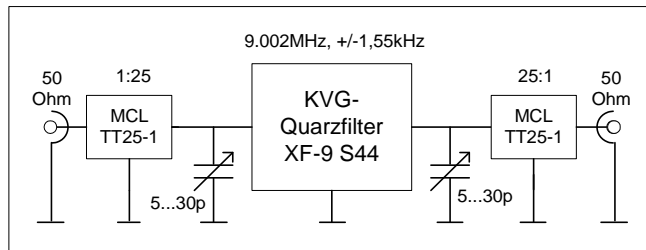

Bild 9: Verwendetes 9MHz Quarzfilter mit 50Ohm Anpassung über MCL-Übertrager
- Die max. Ausgangsleistung eines 2-Tongenerators sollte 2x-0dBm nicht überschreiten. Bei höherer Leistung kann der Übertrager im Combiner (Bild 9) in Sättigung gefahren werden und dadurch IM erzeugen.
meiner Erfahrung, liegt der Grund nicht an einer unzureichenden Abschirmung, sondern an einer nicht ausreichenden elektrischen Entkopplung beider Generatoren. Das Herz eines 2-Ton Generators ist sein "Combiner" (Bild 9). Er hat die Aufgabe, beide Signale mit geringer Dämpfung zu einem gemeinsamen Ausgang (C) zu leiten und gleichzeitig beide Signale (A, B) möglichst stark voneinander zu entkoppeln. Die Entkopplung ist notwendig, damit sich beide Generatoren nicht gegenseitig modulieren und dadurch Intermodulation erzeugen.